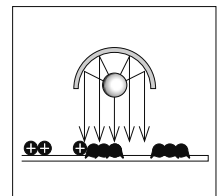

図5
(5)こすられても黒い粉が取れないように、熱で溶かして紙にちゃんとくっつけます。これを『ていちゃく定着』といいます。(図5)